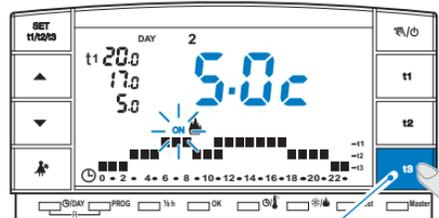

fig. 35
- Maintenir la touche **t3** appuyée jusqu'à l'affichage sur l'écran de l'inscription clignotante **ON** (fonction active) ou bien **OFF** (fonction désactivée), plus l'inscription de la température de programmation **t3** au moment configuré (par exemple **5.0c** - fig. 35).